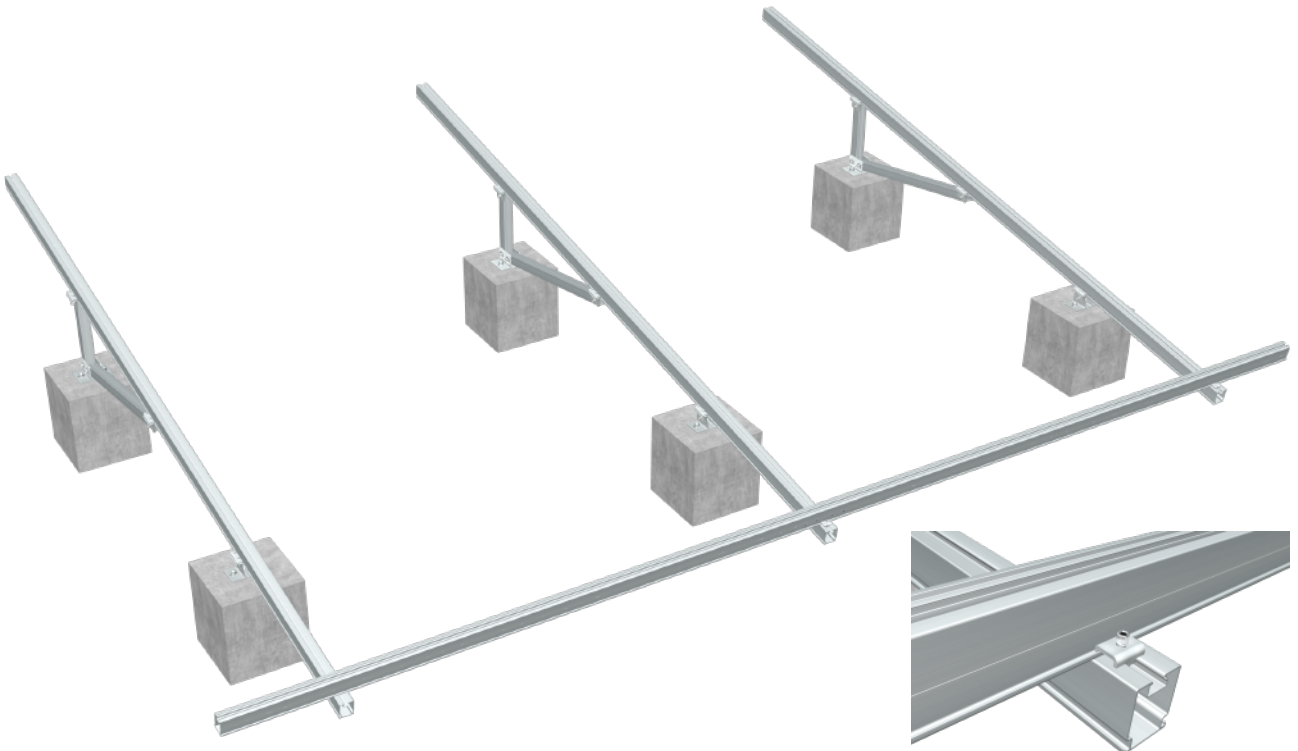

图1
2.4a,将横梁85放在纵梁80上（图1）（较长阵列安装时建议每组安排3-4人进行安装）；